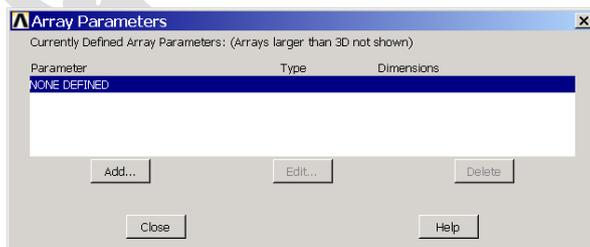

图7.13 定义数组对话框
(1) 首先定义一个空的数组。单击 **【Utility Menu】|【Parameters】|【Array Parameters】|【Define/Edit】** 菜单，弹出如图 7.13 所示的对话框。